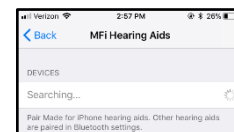

Figure 10
3. Vérifiez que le Bluetooth est activé. L'appareil Apple commencera à chercher vos prothèses auditives (Figure 10).